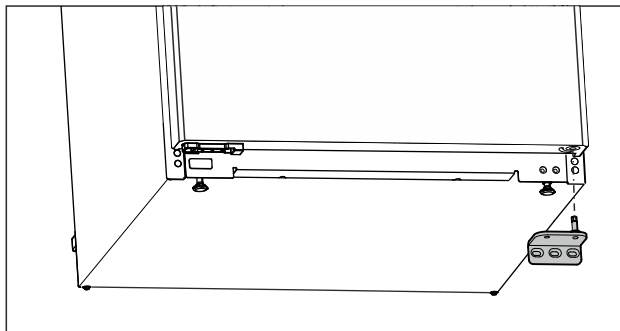

Fig. 15
- ▶ Rimuovere il blocco di supporto verso il basso. (vedere Fig. 15)